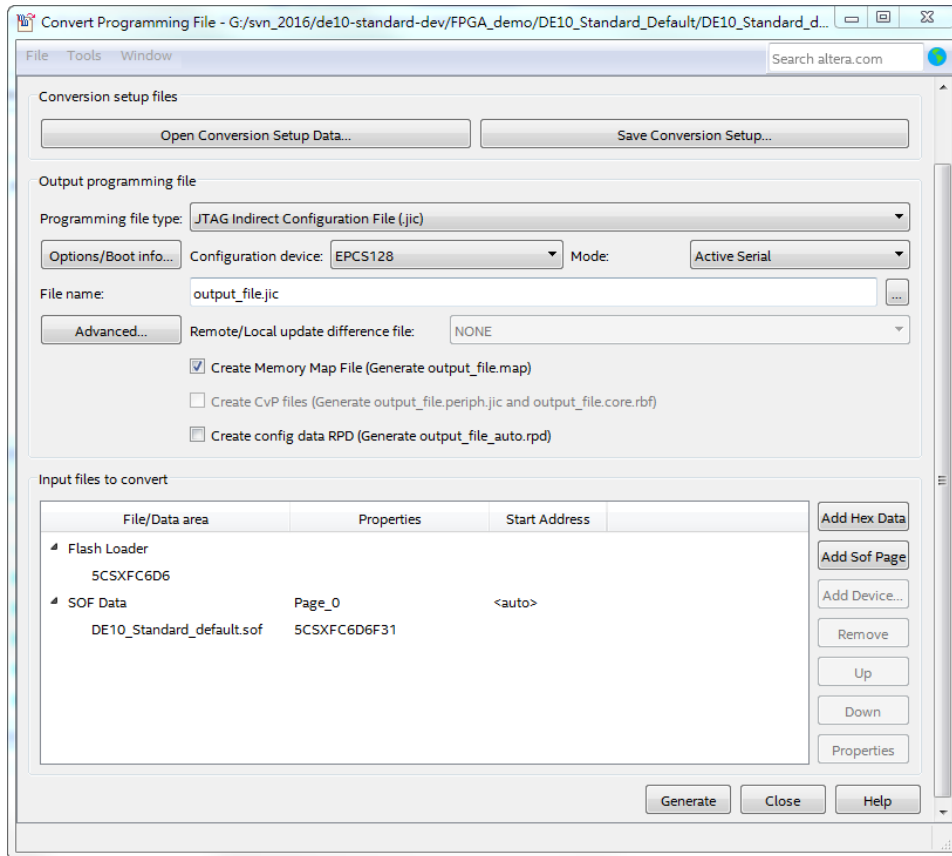

图 8-5 Convert Programming Files 页面
12、点击OK按钮，Convert Programming Files窗口如图 8-5所示。